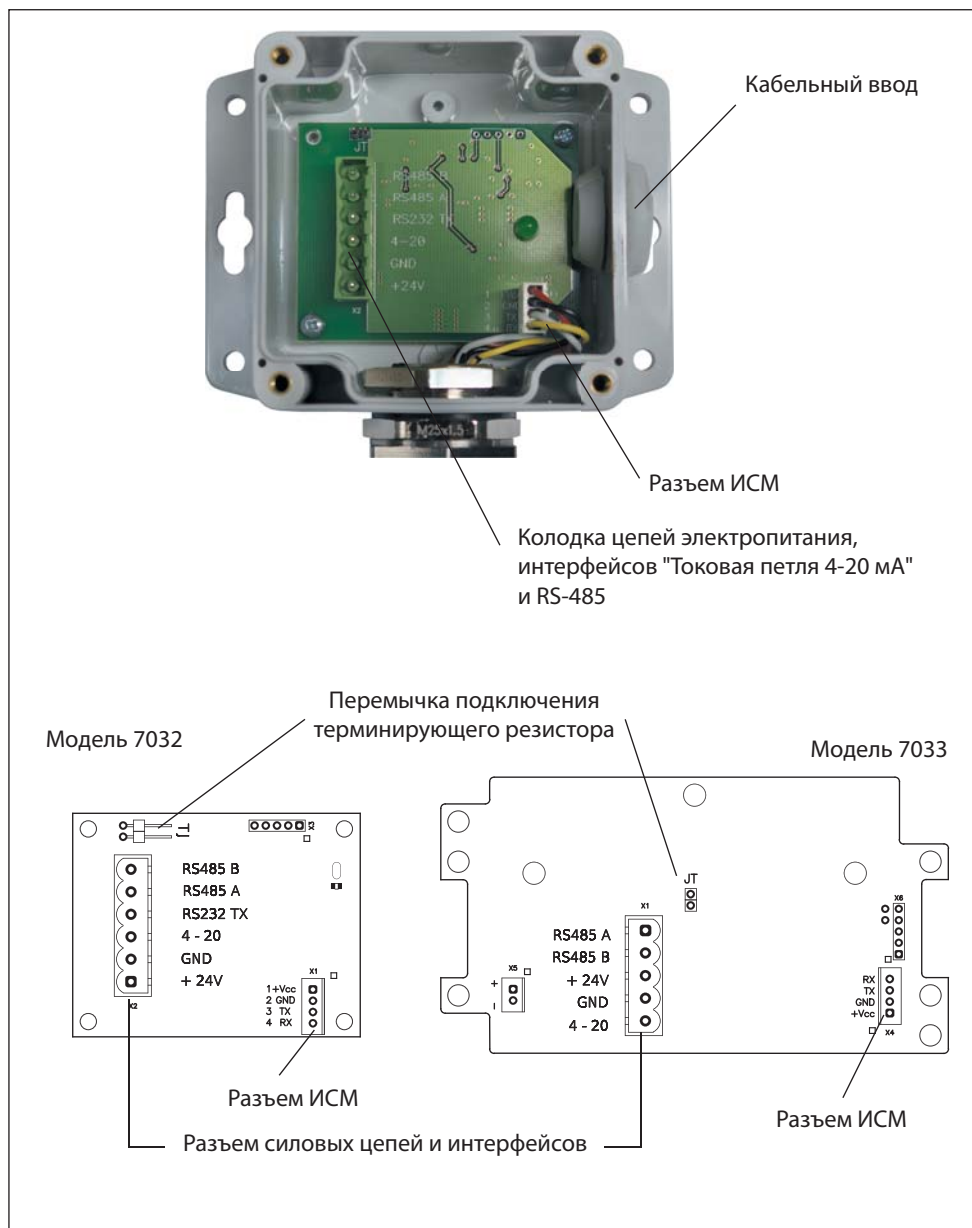
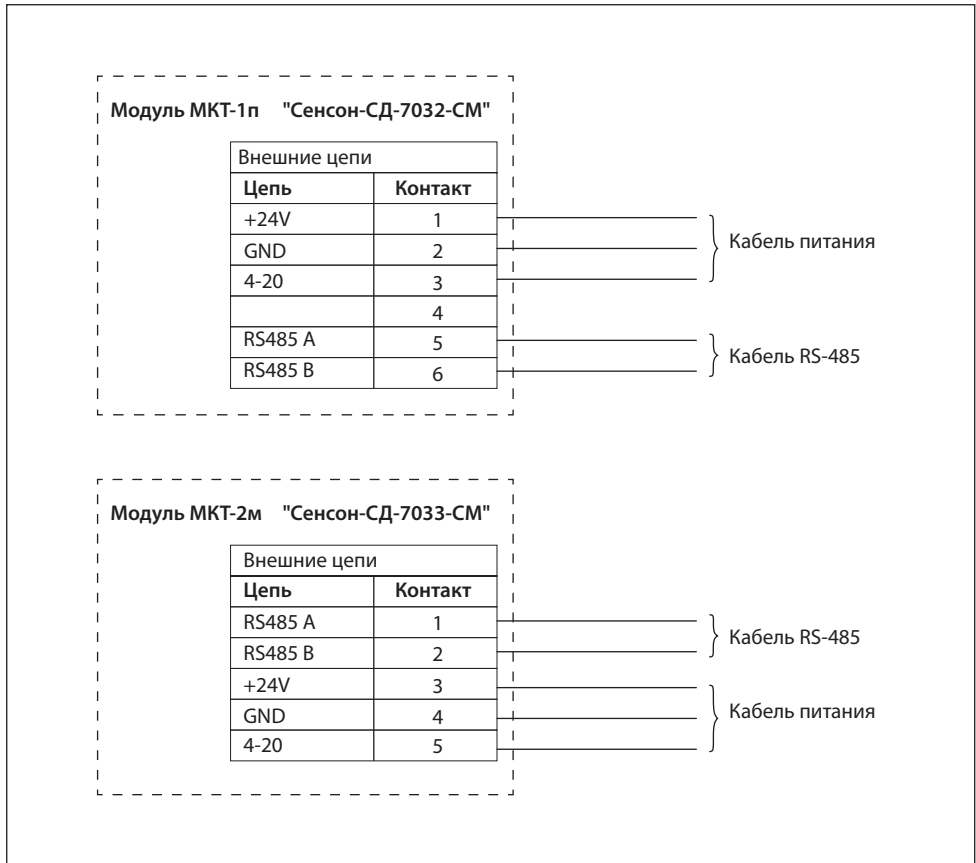

Рис.7. Коммутационные элементы: модель 7032 (слева), модель 7033 (справа)
Рис.8. Схема подключения ГС "Сенсон-СД-СМ" модели 7032 и 7033
3. Открутите четыре винта и снимите крышку корпуса модуля МКТ (рис.7).
- Отсоедините кабельную часть разрывной колодки "Внешние цепи". Подключите кабели в соответствии с маркировкой на плате (рис.7) и на схеме подключения (рис.8). Прочно закрутите отверткой фиксирующие винты кабельных колодок.
7. Если необходимо отключить/подключить терминирующий резистор (в зависимости от конфигурации сети), снимите/установите перемычку в позицию JT (см. рис.7).